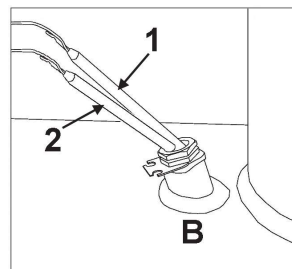

fig. 18 - Pozzetto B
Inserire nel pozzetto "B" (fig. 18) il bulbo del termostato 1° stadio (1) e quello del termostato 2° stadio (2).